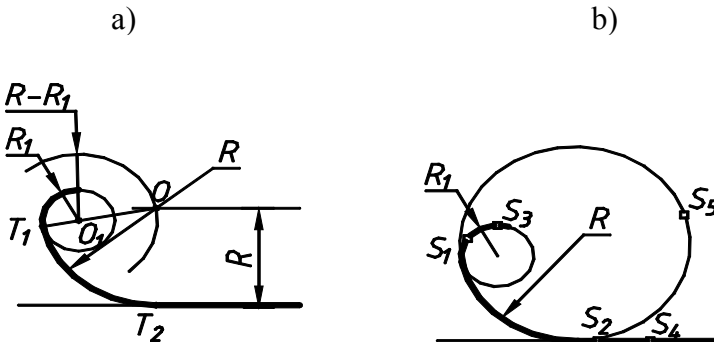

Fig. 3.9
- Construirea racordării interioare a cercului (arcului de cerc) și dreptei cu un arc de cerc de rază dată, fig. 3.9.